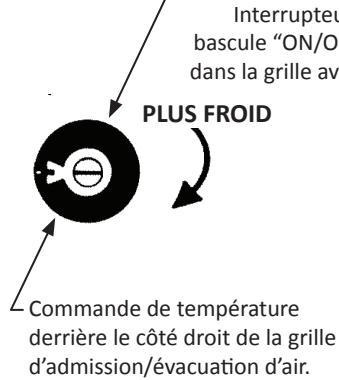

Figure 9
Après avoir branché l'alimentation en eau, et mis votre machine à glaçon à sa place, branchez la fiche de son cordon d'alimentation dans une prise secteur murale. Puis placez l'interrupteur en dessous du bac à glaçons (Voir la Figure 9) en position de marche (ON). Le contrôle de température est paramétré à l'avance en usine, laissez la machine à glaçons tourner pendant 24 heures de façon à ce que sa température intérieure se stabilise. Si vous désirez ajuster la température intérieure, utilisez un tournevis à lame fine passé au travers du côté droit de la grille pour tourner l'axe de la commande de consigne de température. En le tournant en sens horaire vous diminuez la température. En le tournant en sens antihoraire vous l'augmentez. Le fait de tourner en sens antihoraire jusqu'en butée fait arrêter le compresseur et le moteur de ventilateur.
Si vous avez arrêté votre contrôle, attendez au moins cinq (5) minutes avant de le redémarrer, de manière à ce que le contrôle du moteur ait le temps de faire une restauration automatique pour que le moteur puisse redémarrer. L'alimentation électrique de votre appareil est commandée par l'interrupteur à bascule "ON/OFF" situé en dessous du bac à glaçons (Voir la Figure 9).